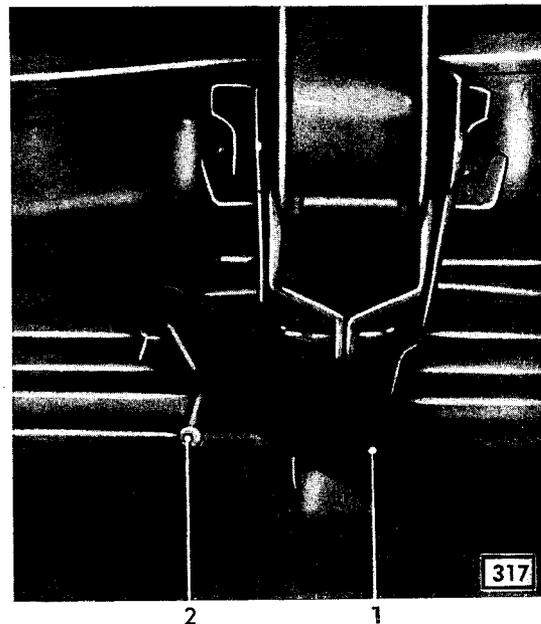

Bild 148 - Federheber zur Seite schwenken und Feder ablassen
- Feder nach oben aus Haltewinkel herausheben. Federheber (148/1) etwas zur Seite schwenken (Bild 148), Feder ablassen und Federheber abnehmen.